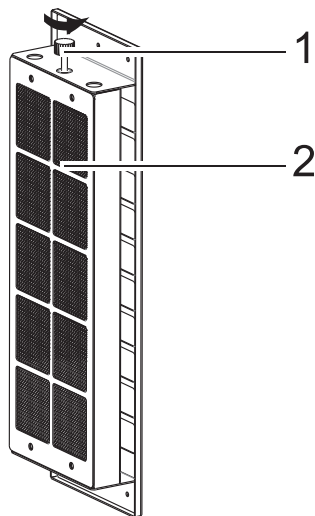

Abb. 16
- 2.** Die Verbindungsschraube (Abb. 16/1) abschrauben (Abb. 16).